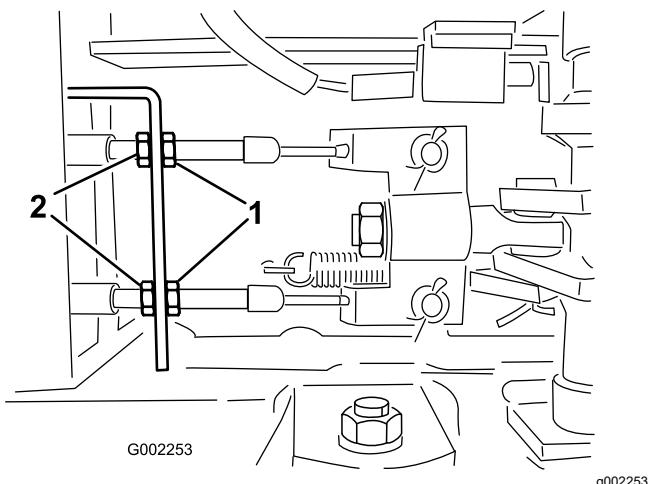

図 100
5. ブレーキケーブルの車両前端側にある前ジャムナットをゆるめる(図 100)。
6. 後ナットを均等に締めて、ブレーキペダルの遊びを10-20 mm に調整する図 100。